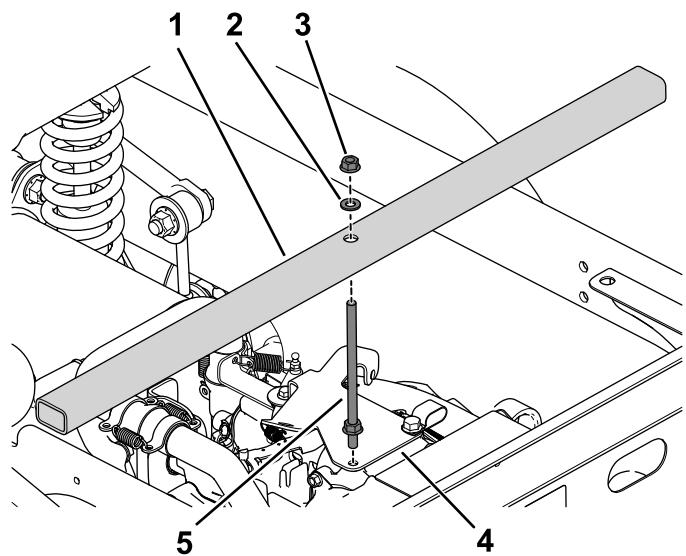

Bild 13
1. Entfernen Sie den Bundbolzen vom Gasbedienungs- halter (Bild 13).
2. Befestigen Sie die Brückenstütze mit den beiden Bundmuttern, Scheiben und der Gewindestange am Motor (Bild 13).